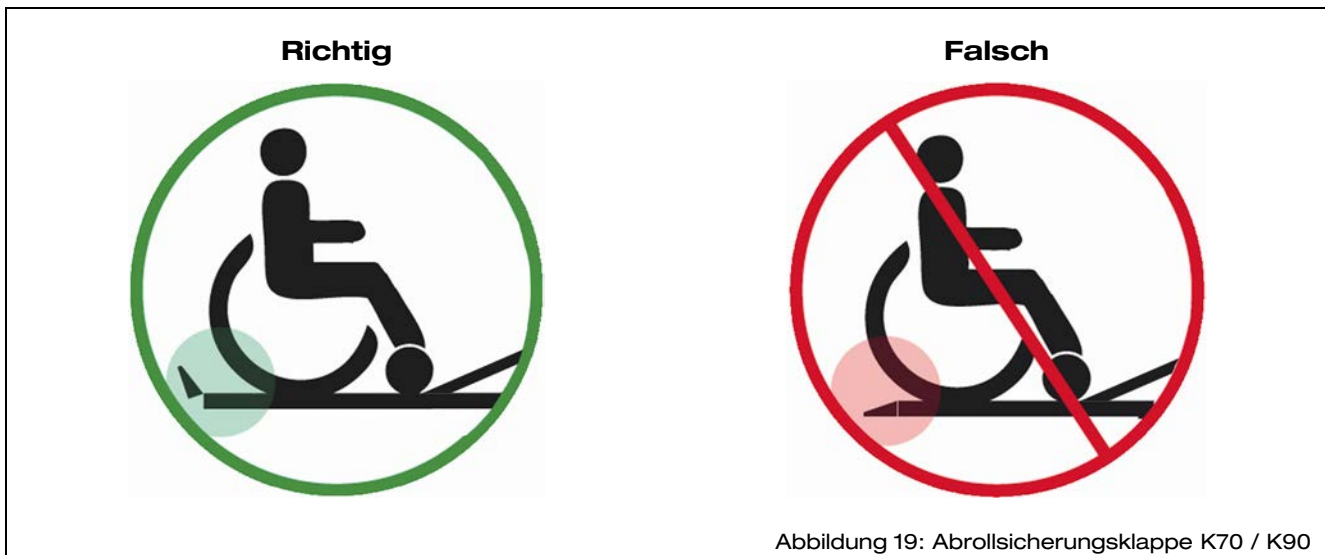

Abbildung 19: Abrollsicherungsklappe K70 / K90
- Achten Sie darauf, dass die Abrollsicherungsklappe beim Anheben der Plattform hochklappt (siehe Abbildung 19 und Abbildung 20, Seite 35).